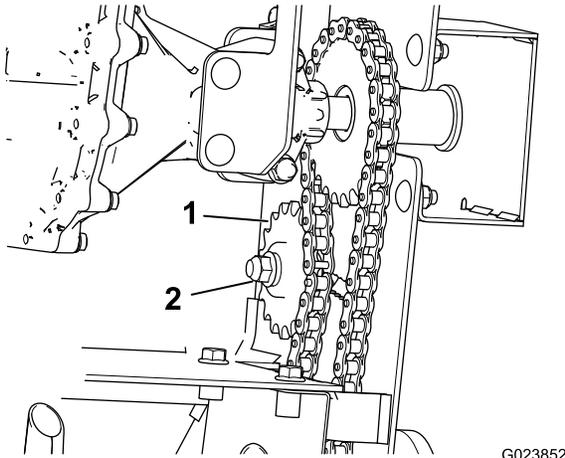

Figura 28
- Afloje la tuerca que sujeta el piñón de la polea tensora de la cadena que está tensando (Figura 28).